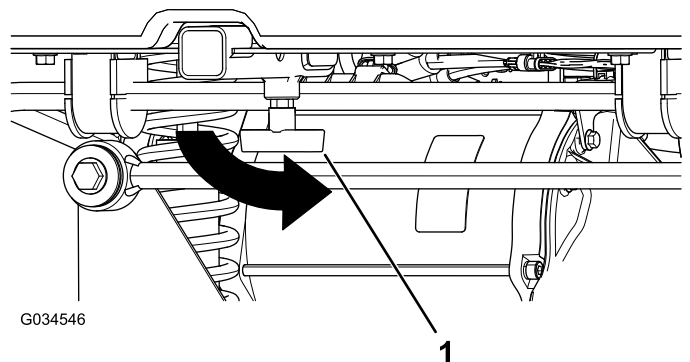

Figura 21
4. Strângeți mânerul „T” prin rotirea acestuia în sens invers acelor de ceasornic (Figura 21).